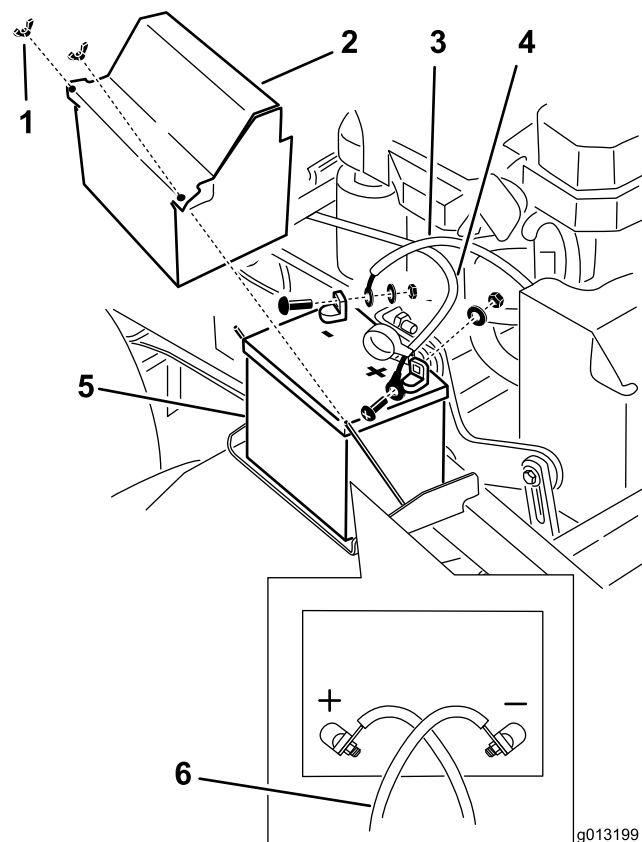

Figure 51
3. Débranchez le câble négatif de la batterie de la borne négative (-) de la batterie (Figure 51).
5. Débranchez le câble positif (rouge) de la batterie (Figure 51).
6. Déposez la plaque de maintien de la batterie (Figure 51) et enlevez la batterie.
1. Placez la batterie sur la machine (Figure 51).
3. Reliez le câble positif (rouge) à la borne positive (+) de la batterie au moyen d'un écrou, d'une rondelle et d'un boulon (Figure 51). Glissez le capuchon de caoutchouc sur la borne de la batterie.
4. Reliez le câble négatif et le câble de masse à la borne négative (-) de la batterie au moyen d'un écrou, d'une rondelle et d'un boulon (Figure 51).
**Remarque:** Les câbles de la batterie se croisent quand ils sont correctement installés (Figure 51).